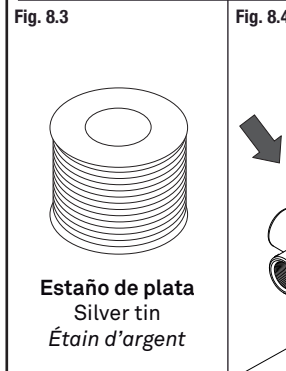
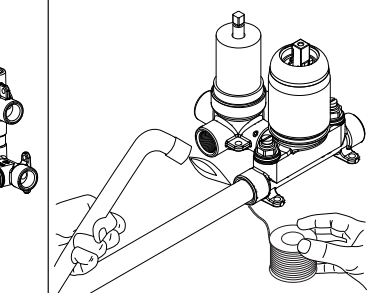
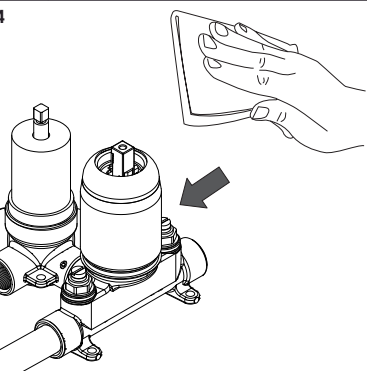

Fig. 8.3
Fig. 8.2
Fig. 8.4
4) Realizar la soldadura antes de su colocación en la pared (Fig. 8.2) con estaño de plata (Fig. 8.3). Enfriar con un paño húmedo las zonas de los cartuchos (indicadas con flechas) cada vez que se suelde (Fig. 8.4).
4) Perform the welding before the placement in the wall (Fig. 8.2) with silver tin (Fig. 8.3). Please cool the areas nearby cartridges (indicated with arrows) each time you weld.
4) Effectuez le soudage avant de le placer sur le mur (Fig. 8.2) avec de l'étain argenté (Fig. 8.3). Refroidissez avec un chiffon humide les zones des cartouches (indiquées par des flèches) à chaque soudage (Fig. 8.4).